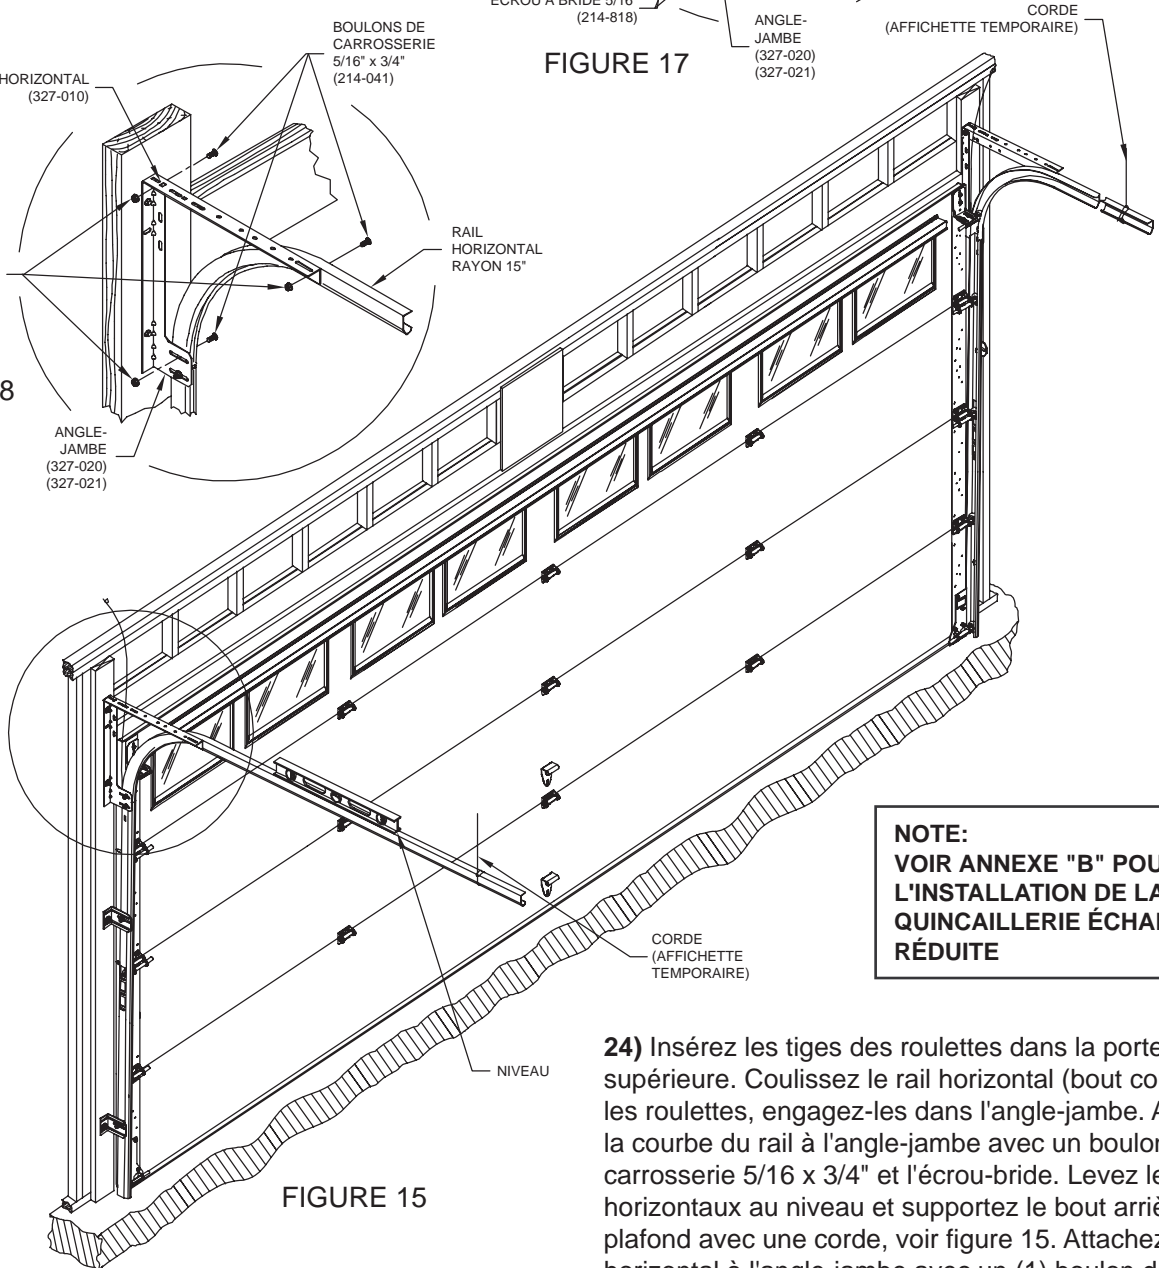

FIGURE 15
24) Insérez les tiges des roulettes dans la porte-roulette supérieure. Coulez le rail horizontal (bout courbé) sur les roulettes, engagez-les dans l'angle-jambe. Attachez la courbe du rail à l'angle-jambe avec un boulon de carrosserie 5/16 x 3/4" et l'écrou-bride. Levez les rails horizontaux au niveau et supportez le bout arrière du plafond avec une corde, voir figure 15. Attachez l'angle horizontal à l'angle-jambe avec un (1) boulon de carrosserie 5/16 x 3/4" et l'écrou-bride.